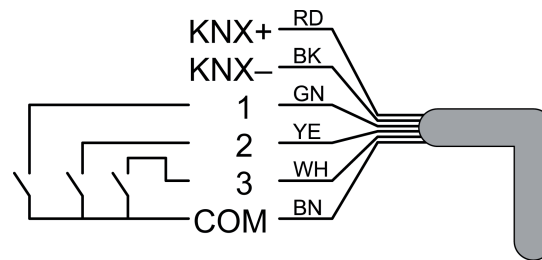

Figure 4
- Le cas échéant, raccorder les contacts isolés (6) aux entrées (figure 4).